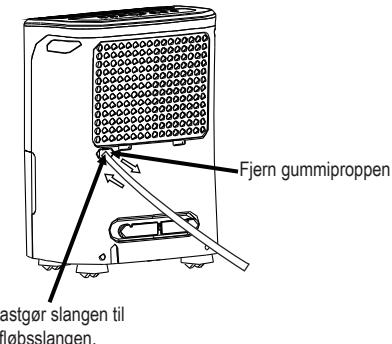

Fig.7
- Fjern gummiproppen fra afløbsslanguens udløb Fastgør en afløbsslange (ID = 13.5mm) og før den til gulvafløbet eller et egnedræningsanlæg (se Fig. 7).